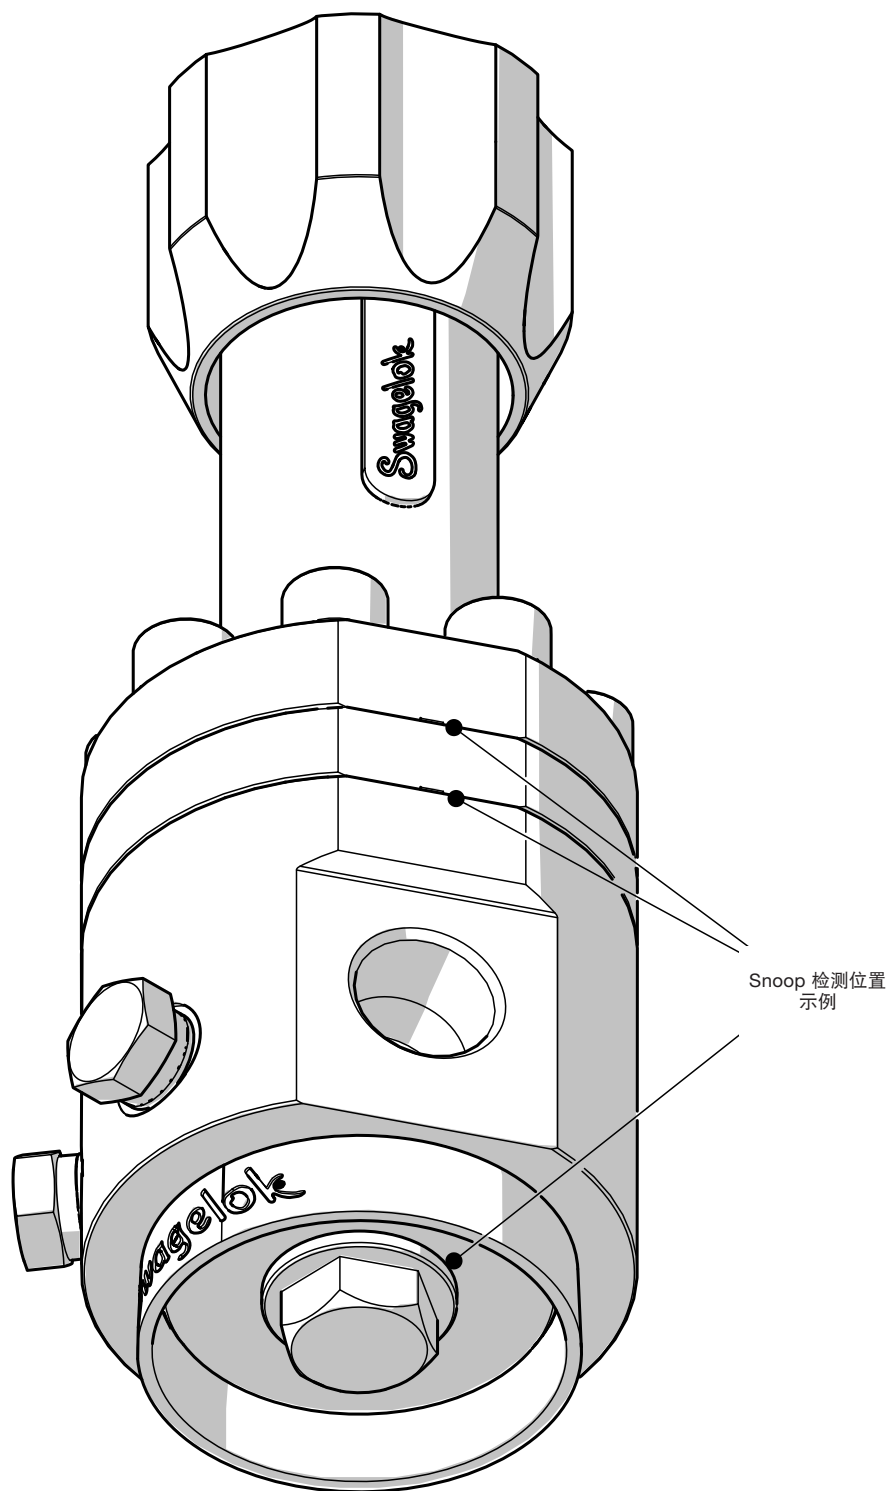

图 26
3. 使用检漏液，按照图 26 检查弹簧套筒/圆顶渗出孔、排放板渗出孔和阀体塞与阀体接口处是否有气泡。